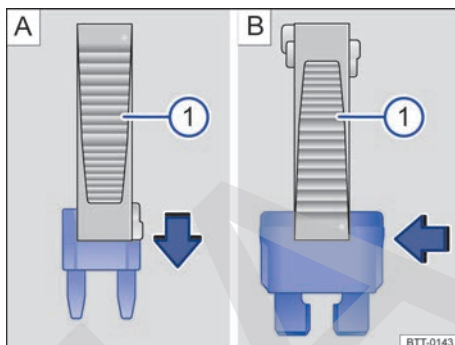

Fig. 164 Quitar o instalar un fusible con la garra de la pinza de plástico ①.
- De ser necesario, retirar la pinza de plástico ⇒ fig. 164 ① de la cubierta de la caja de fusibles.
- En caso de *fusibles pequeños*, encajar la garra ⇒ fig. 164 ① por encima ⇒ fig. 164 A.
- En caso de *fusibles mayores*, empujar la garra ⇒ fig. 164 ① lateralmente sobre el fusible ⇒ fig. 164 B.
- Si el fusible está quemado, cambiar el fusible por uno nuevo de la *misma* intensidad de corriente (mismo color e inscripción) y del *mismo* tamaño ⇒ ①.